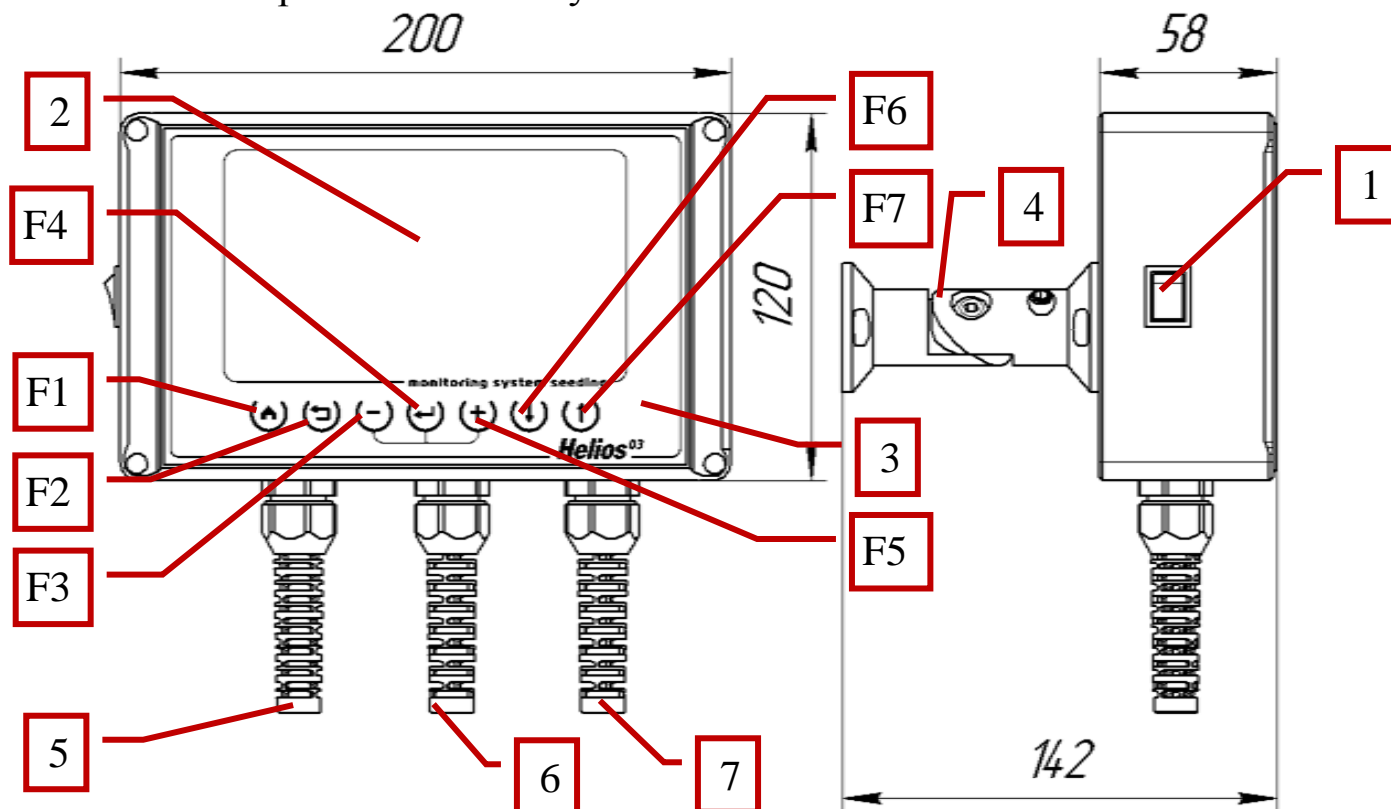

Рисунок 1
2.1. Внешний вид и органы управления панели оператора изображены на «Рисунок 1».
В таблице 1 описаны кнопки панели оператора, их графическое обозначение, функциональность и краткое описание. Расположение кнопок изображено на «Рисунок 1»